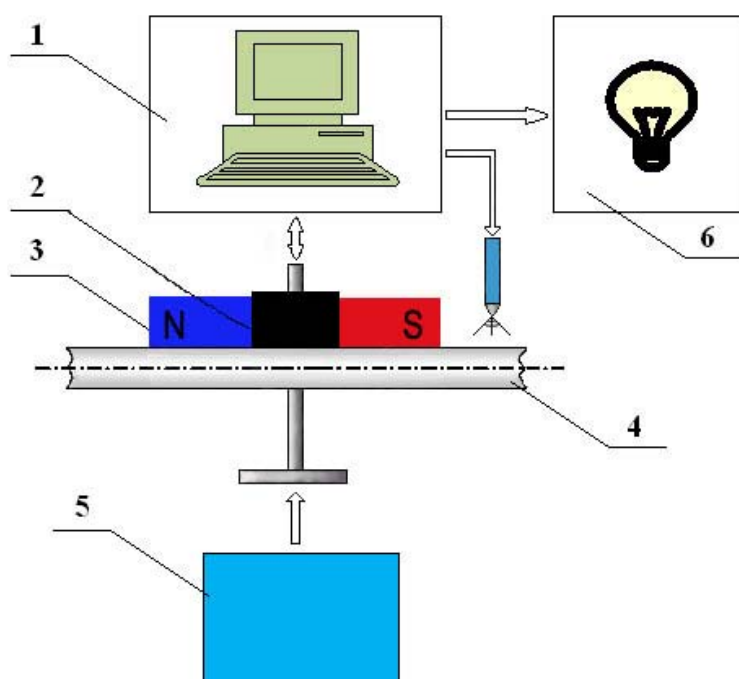

Рис. 1.
4.3. Структурная схема аппаратной части **ВД-516ЦТ** представлена на рис.1, где: